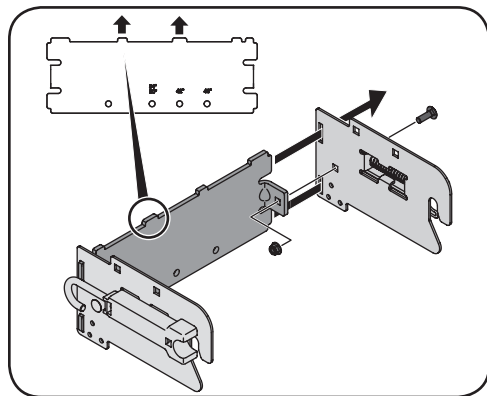

Figure 2-1
1. Insérez les extrémités du support arrière à travers les fentes étroites se trouvant à l'arrière de chaque support latéral. Consultez la Figure 2-1.
2. Fixer les pattes pliées sur le support arrière sur les supports latéraux au moyen d'une vis de carrosserie (n° 9) et un écrou de blocage nyloc (n° 11). Consultez la Figure 2-1.
REMARQUE : Les verrous sur les supports latéraux doivent être positionnés avec l'ouverture vers le bas à l'extérieur du support et les pattes du support arrière doivent être orientées vers le haut. Consultez l'encart de la Figure 2-1.